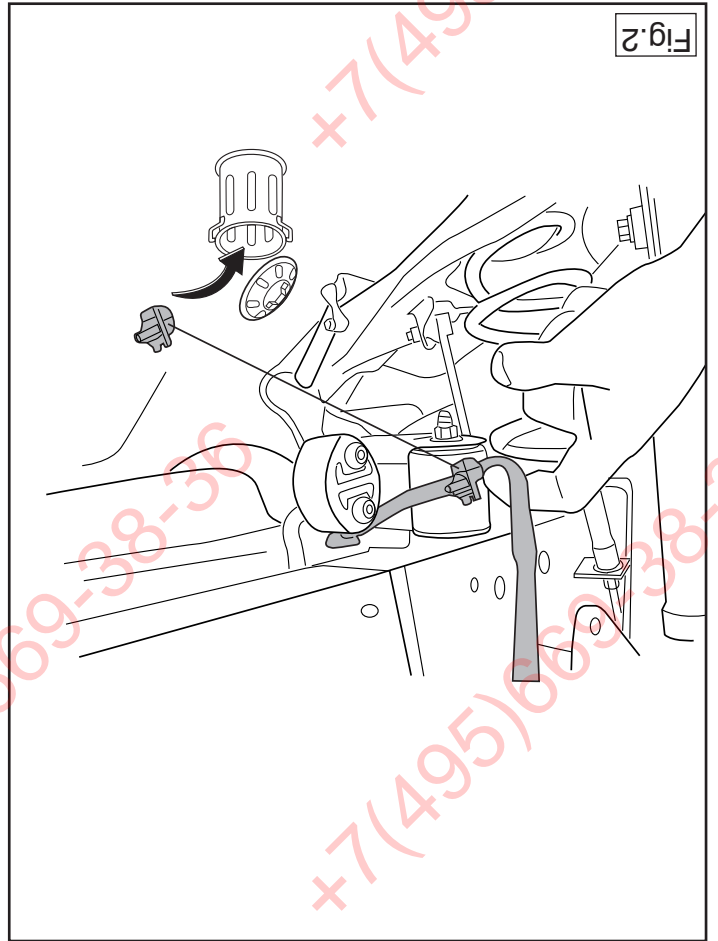

Fig.2
2. Disconnect the PDC's wiring. See figure 2
2. Die Verdrahtung des PDC losmachen. Siehe Abbildung 2
2. Détacher le câblage du PDC. Voir la figure 2
2. Løs PDC-ledningerne. Se fig. 2